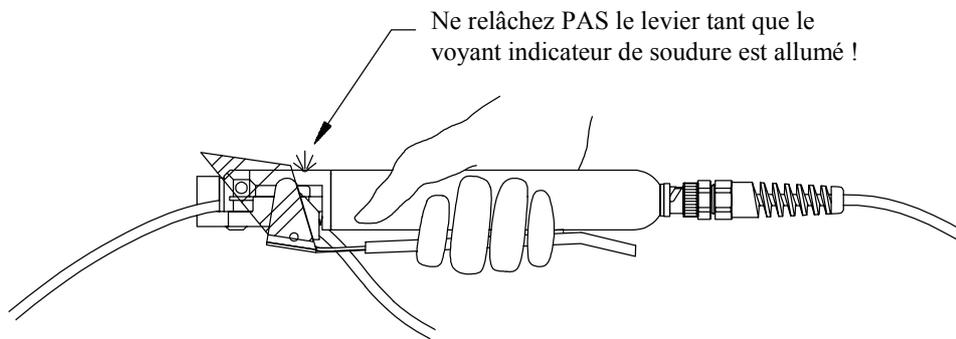

Figure 2.5 Maintien de la compression pendant la totalité du processus de soudure
2.2.2 Pour effectuer une soudure, appuyez sur le levier jusqu'à ce qu'il touche le corps de la tête de soudure et maintenez-le dans cette position (voir Figure 2.5). Cela a pour effet de comprimer le tube et d'activer l'énergie pour la soudure, ce qui est indiqué visuellement par l'allumage du voyant indicateur de soudure. *Continuez à serrer le levier jusqu'à ce que le voyant indicateur de soudure s'éteigne complètement.* Si vous maintenez le levier fermé, vous ne risquez *pas* de causer une surchauffe ou une brûlure du tube.
2.2.3 L'opération de soudure est généralement effectuée en une seconde et sa fin est indiquée par l'extinction complète du voyant indicateur. Il est alors possible de relâcher le levier. *Il est impossible d'effectuer une autre soudure jusqu'à ce que le levier mobile ait été entièrement ouvert.* Voir la figure 2.5. Pour obtenir plus d'informations, veuillez consulter le Manuel d'utilisation de la tête de soudure modèle 1105 (Réf. 11050828-00).